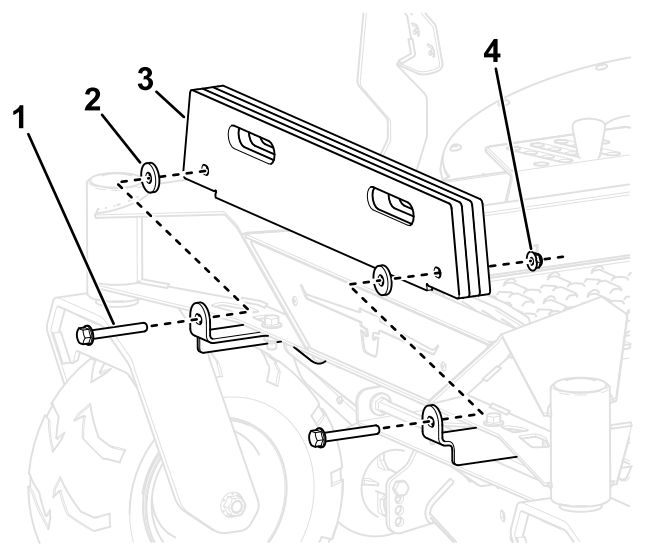

Figura 4
2. Instale los contrapesos del ensacador (la cantidad necesaria depende del tamaño de la carcasa) en los soportes de los contrapesos con 2 pernos ($\frac{3}{8}$ " x $2\frac{3}{4}$ "), arandelas y contratuercas ($\frac{3}{8}$ "), como se muestra en la Figura 4.